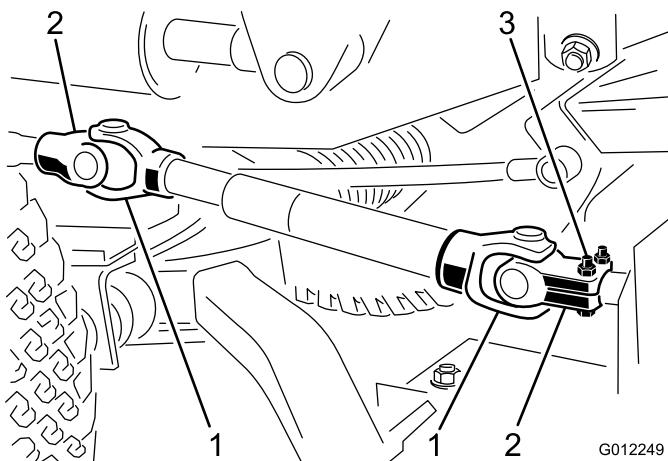

Figura 8
1. Alinhe os furos na culatra e veio de entrada da caixa de engrenagens. Deslize a culatra no veio e prenda em conjunto com um pino de segurança e dois parafusos (5/16 x 1-3/4 pol.) e porcas de bloqueio (5/16 pol.) (Figura 8).